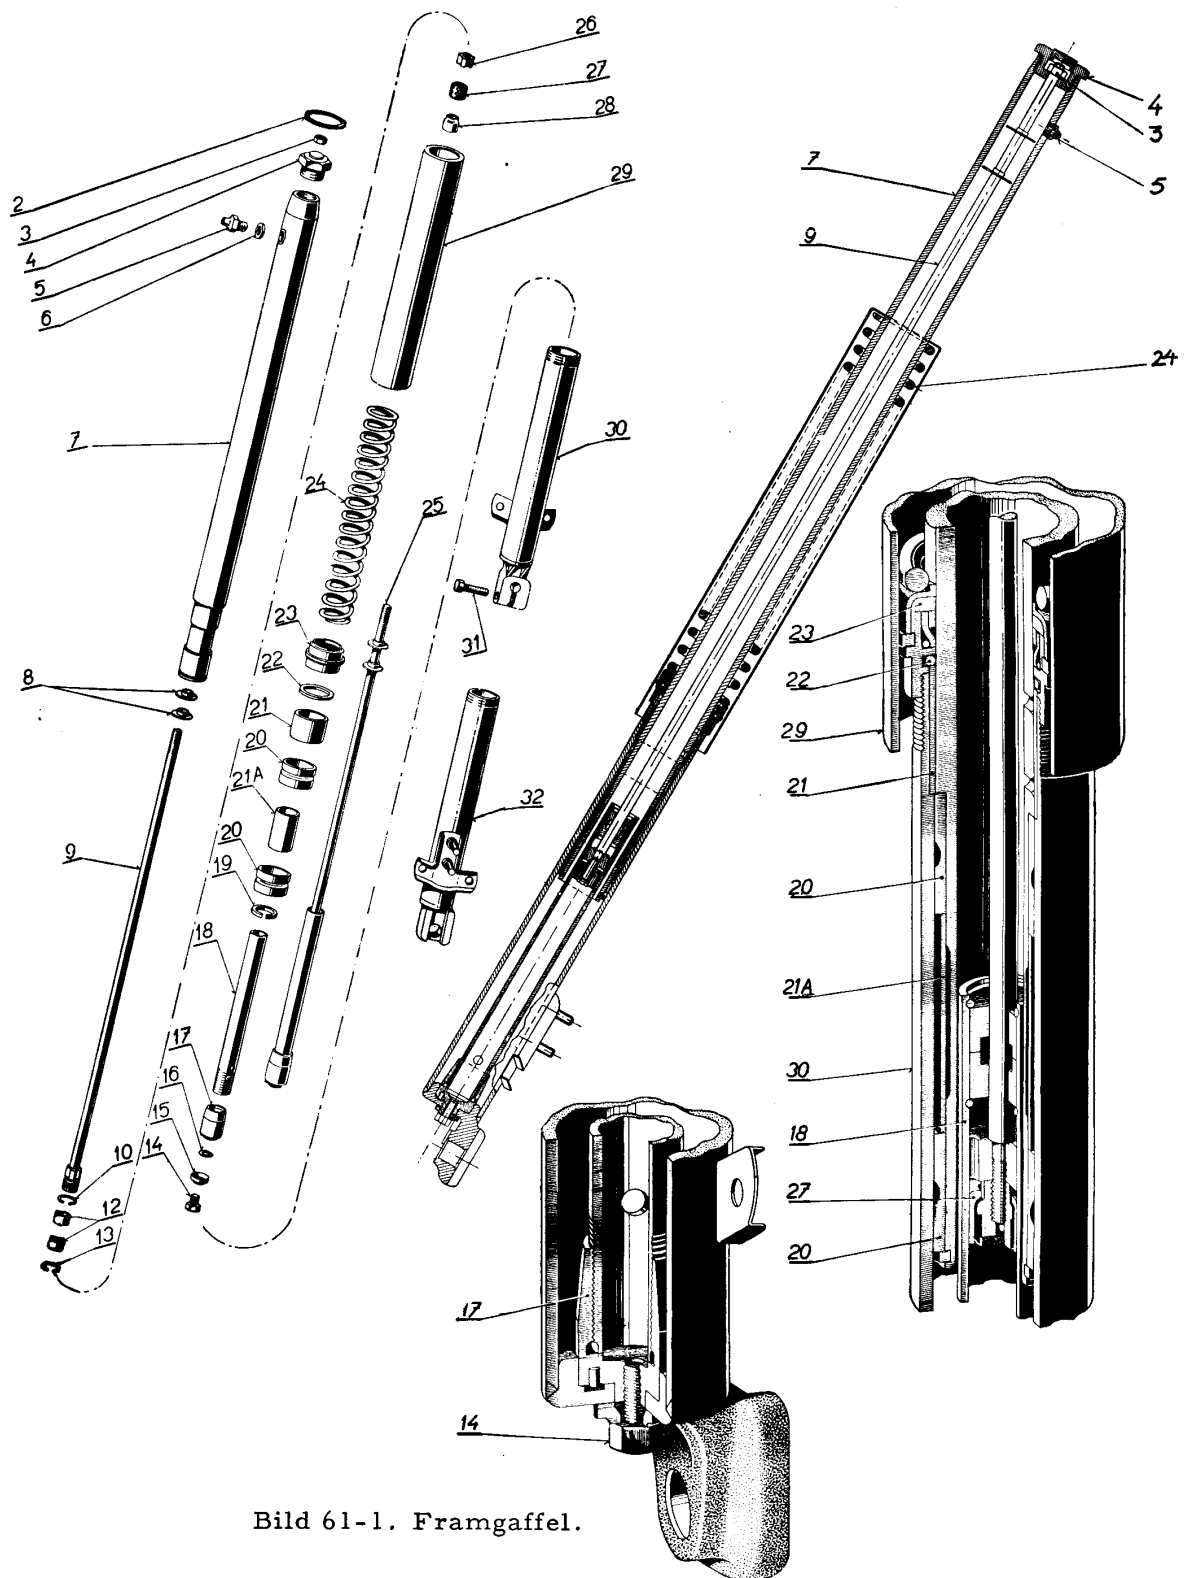

Bild 61-1. Framgaffel.
- b) Kolven (27, bild 61-1) har lossnat från dämparstången (9).
- c) Dämparstången har lossnat från toppmuttern (4).
- d) Kolven (27) eller dämparröret (18) avnötta.
- f) Förslitna bussningar (12) i dämparröret.